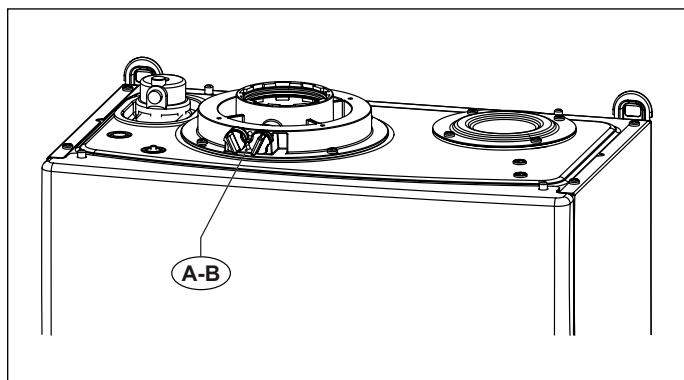
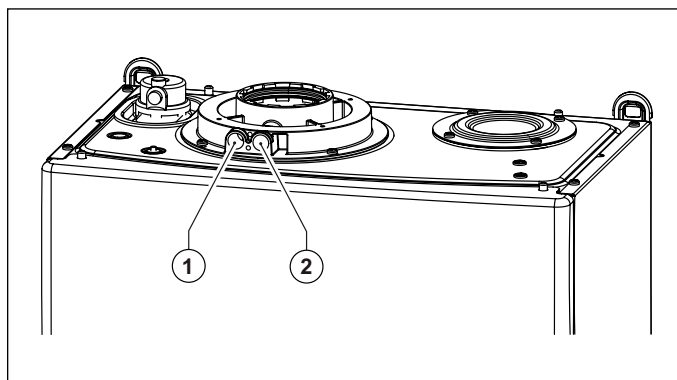

Fig. 19 Poziția bușoanelor
Fig. 20 Poziția orificiilor
Centrala termică este prevăzută cu un turn pentru racordarea conductelor de aspirație aer/evacuare gaze arse (vezi Fig. 19 Poziția bușoanelor și Fig. 20 Poziția orificiilor).
În turn au fost prevăzute orificii pentru accesul direct al aerului de combustie și pentru evacuarea gazelor arse (vezi Fig. 20 Poziția orificiilor).
Înainte de a efectua măsurătorile înlăturați bușoanele **A** și **B** din orificiile prevăzute pe turn (vezi Fig. 19 Poziția bușoanelor).
- măsurarea aerului de combustie preluat din orificiul **1** (vezi Fig. 20 Poziția orificiilor).
- măsurarea temperaturii gazelor arse și a CO₂ prelevat din orificiul **2** (vezi Fig. 20 Poziția orificiilor).
Cablurile termostatului trebuie conectate la bornele (1) și (2) ale plăcuței electronice (vezi Fig. 16 Schema electrică RTFS și Fig. 20 Schema electrică CTFS) după ce a fost eliminată puntea furnizată cu centrala termică. *Scheme electrice*) după ce a fost eliminată puntea furnizată cu centrala termică.